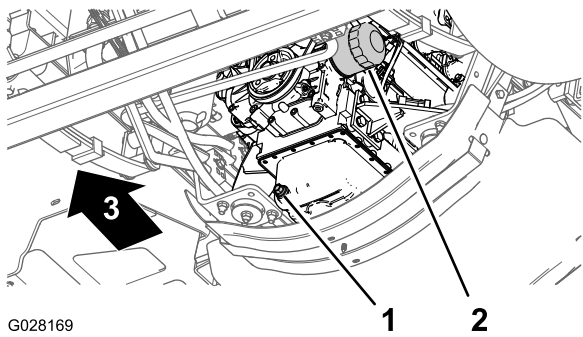

Рисунок 71
3. Поместите сливной поддон под масляный фильтр двигателя (Рисунок 71).
4. Снимите старый масляный фильтр (Рисунок 71).
8. Установите масляный фильтр на переходник фильтра и поворачивайте его по часовой стрелке, пока резиновая прокладка не войдет в контакт с переходником фильтра, после чего затяните фильтр, повернув его еще на 1/2 оборота (Рисунок 71).
1. Подставьте под пробку сливного отверстия сливной поддон (Рисунок 71).
2. Снимите сливную пробку и дайте маслу полностью стечь (Рисунок 71).